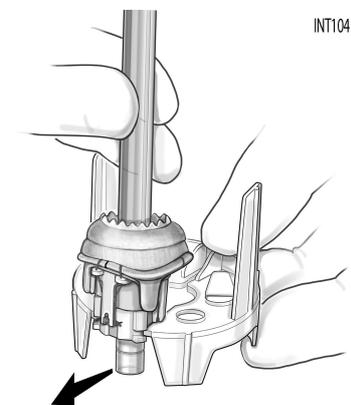

Figura 8
6. Quite el manguito de la válvula como se muestra en la Figura 8.